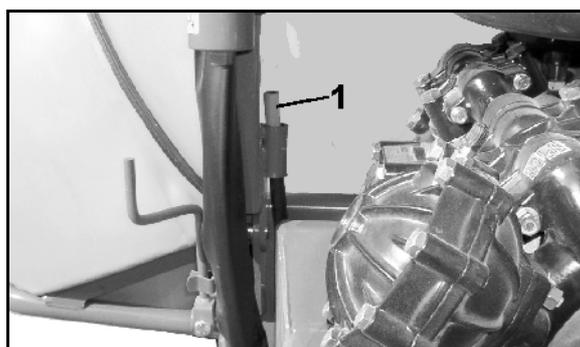

Fig. 40
- Le marquage rouge (Fig. 40/1) sur l'écran de contrôle est visible lorsque la machine repose sur la béquille hydraulique.